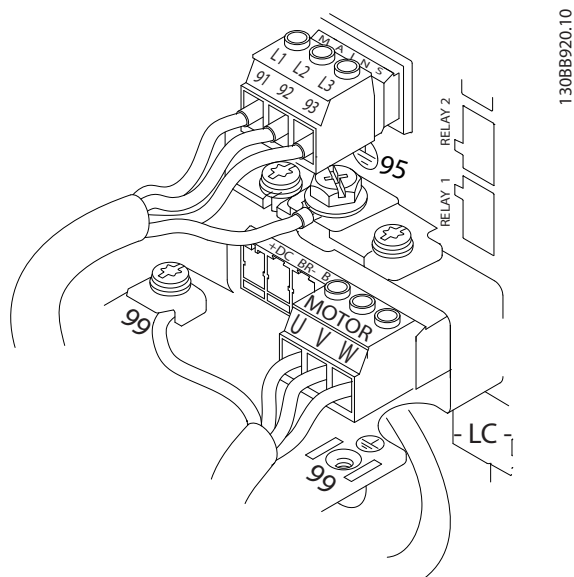

図 2.8 モーター、主電源、アース配線の例
次の三つの図は、基本的な周波数変換器の図 2.8 主電源入力、モーター、およびアース接地を示しています grounding。 実際の構成は、ユニットの種類やオプション機器によって異なります。
- 3 相交流入力電力ワイヤを L1、L2、L3 に接続します (図 2.8 を参照してください)。